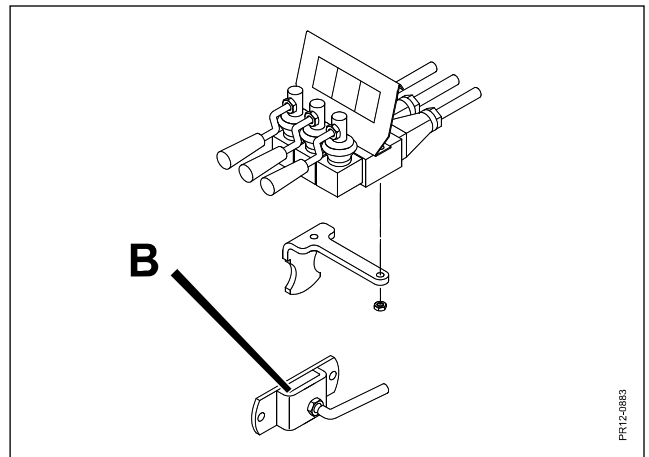

Fig. 4.6
**Fig. 4.6** Den medlevererade hållaren för hydraulpakarna (B) monteras i traktorn. Det är viktigt att kablarna inte får några skarpa böjar eller blir klämda. Om så sker, ökar friktionen och spakarna blir tunga att manövrera.